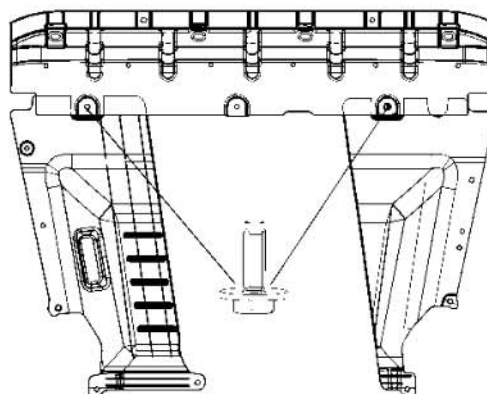

图 2-15
(1) 用 10 号套筒，拆除发动机挡泥板与发动机下后挡泥板连接的 2 个螺栓，如图 2-15 所示；